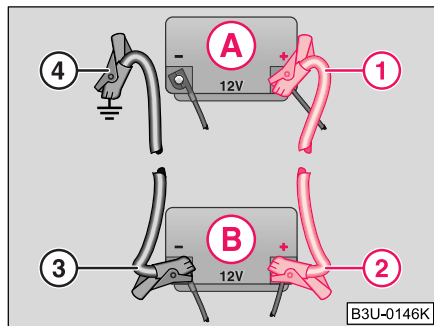

Fig. 147 Démarrage à l'aide de la batterie d'un autre véhicule : A - Batterie déchargée, B - Batterie fournissant le courant
- Fixez une extrémité au pôle positif (1) ⇒ fig. 147 de la batterie déchargée (A).
- Fixez l'autre extrémité au pôle positif (2) de la batterie fournissant le courant (B).